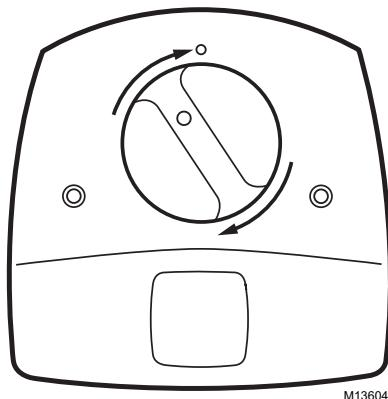

Fig. 9. La lámpara debe encajar en su lugar.
13. Gire el soporte de la lámpara en el sentido de las manecillas del reloj hasta que encaje en su lugar y hasta que el indicador de luz de la lámpara esté alineado con el botón levantado en la cubierta de la unidad. Vea la Fig. 9.